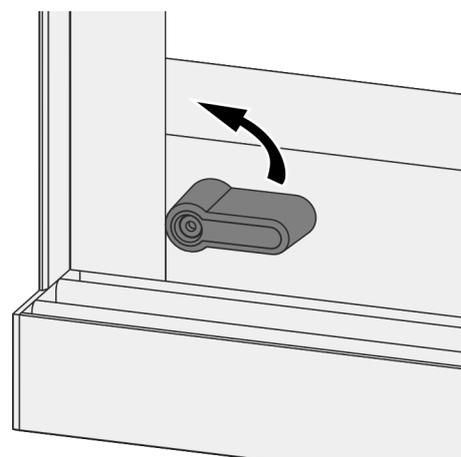

Abb. 9: Knebelgriff entriegeln
3. ➤ Den Knebelgriff der Notöffnungsseite entriegeln (Abb. 9).